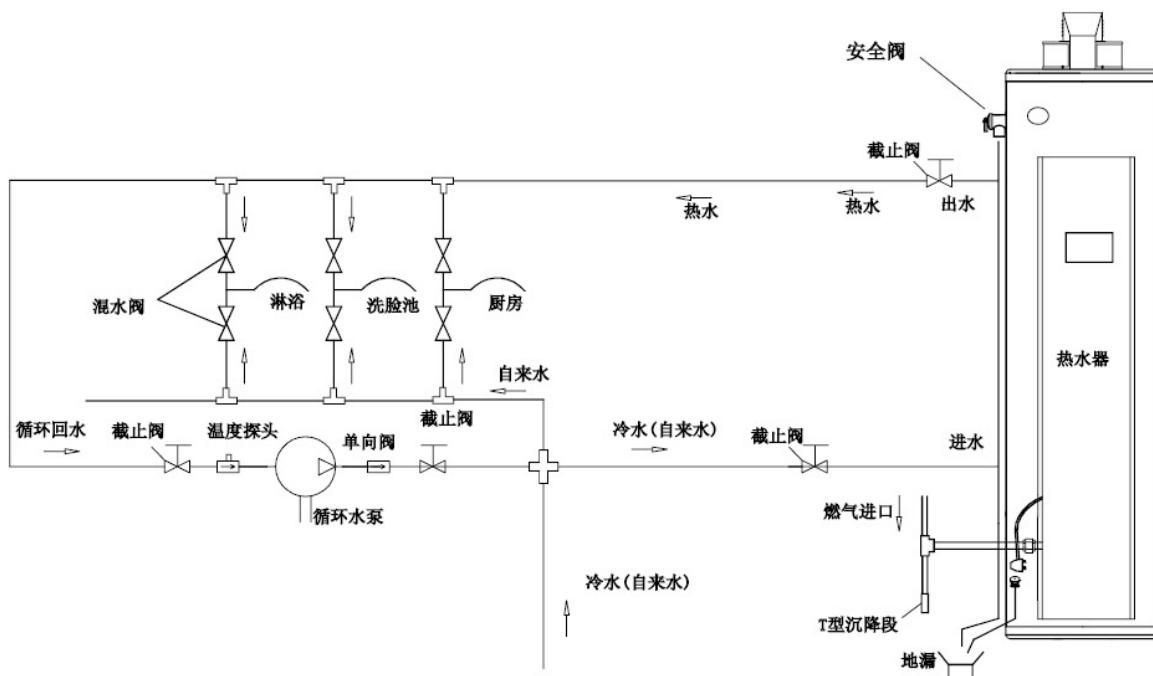

图 5 热水循环回路系统参考示意图
- 水泵必须安装在靠近机器进水口 2 米范围内，即靠近冷水端，具体循环水泵安装系统图见图 5。